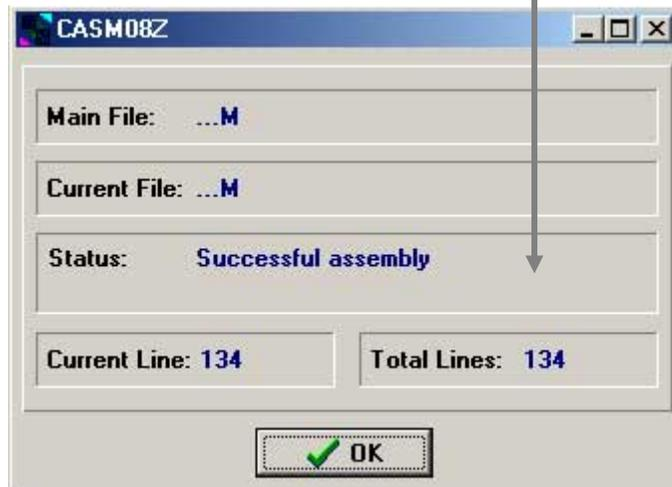

Figura 70. Compilación de Pogramas. Acceda WinIDE y abra el archivo a compilar, luego presione F4 o el botón del compilador y espere a que termina la acción.
- (1) Inicie WinIDE (figura 70(1)). (2) Abra el archivo en ensamblador (File/Open)
- (3) Presione F4 o el botón del compilador (4) Espere el final de la compilación
- (a) Inicie WinIDE, como se muestra en la figura 70(1).